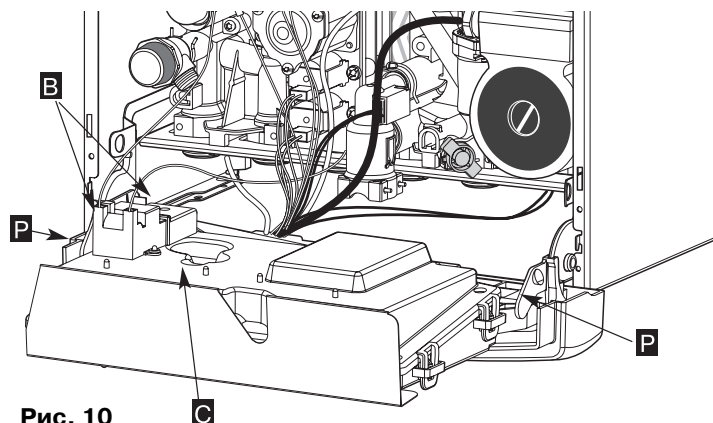

Рис. 10
- отвернуть винты **B** и снять крышку **C** (рис. 10);